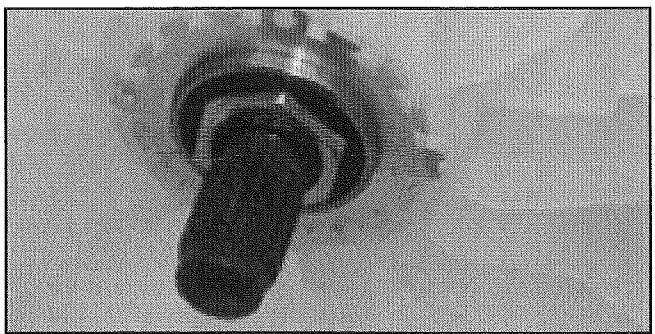

FIGURE 16
24. Faire basculer de nouveau la laveuse sur les tuyaux flexibles. Poser un écrou d'arbre neuf et le serrer. Voir *Figure 16*.